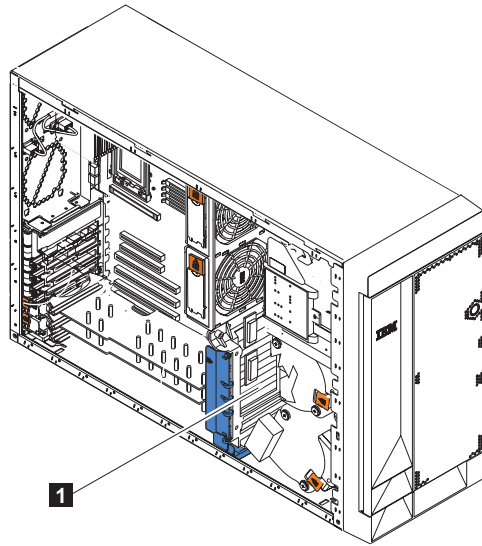
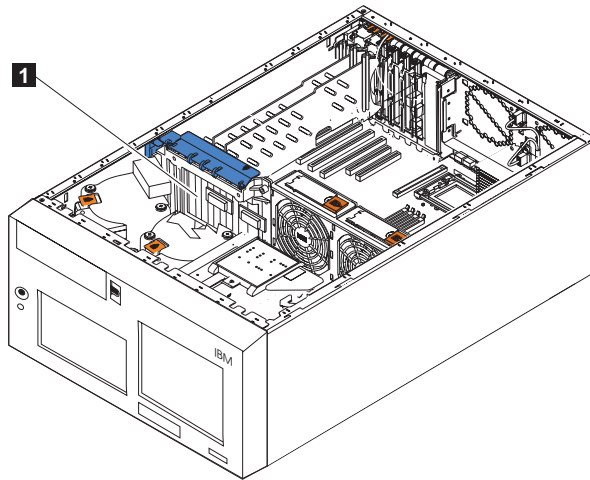

图 93. 引擎的 DASD 底板的位置 (型号 25T)
图 94. 引擎的 DASD 底板的位置 (具有机架安装转换功能的型号 25T)
11. 布置电缆，使其穿过适配器支撑架（参见第 55 页的图 43），并将 SCSI 电缆的另一端连接到引擎的 DASD 底板上的硬盘驱动器 SCSI 接口（J9）。有关底板的位置，参见第 112 页的图 93 或第 112 页的图 94。